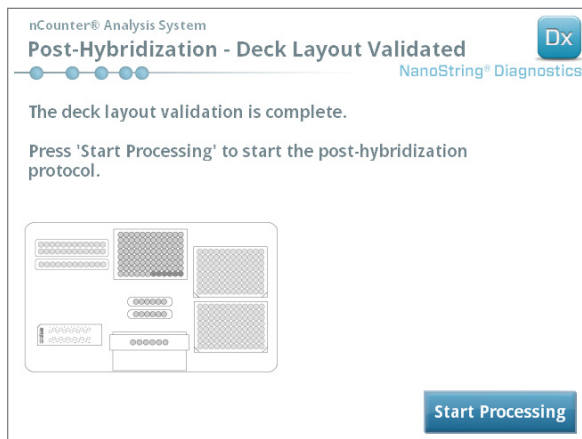

FIGURE 5.27 : Écran « Post-Hybridization - Deck Layout Validated » (Post-hybridisation - Disposition du plateau validée)
- c. Une fois la validation du plateau terminée (FIGURE 5.27), un nouvel écran contenant le bouton **Start Processing** (Démarrer le traitement) apparaît. Toucher **Start Processing** (Démarrer le traitement) pour lancer la série.